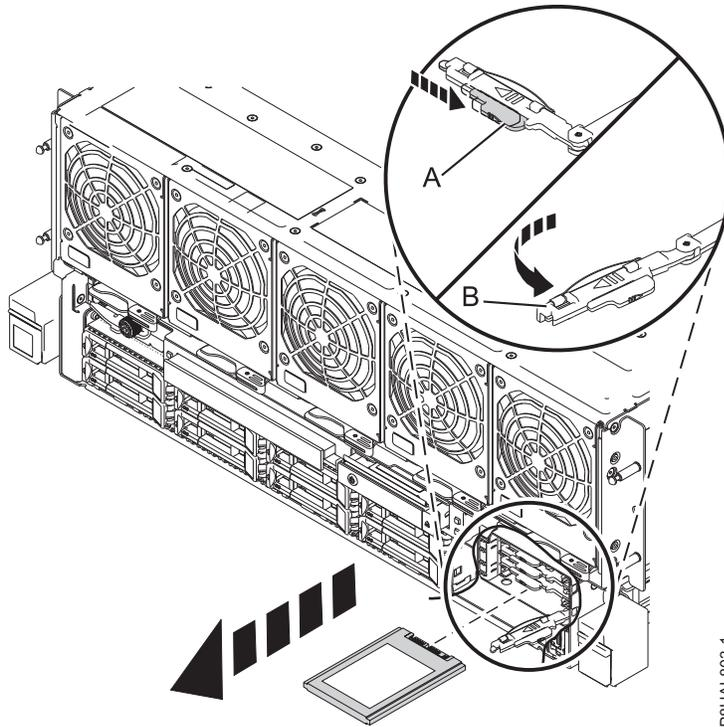

Abbildung 23. Solid-State-Laufwerk aus einem System vom Typ 8408-44E oder 8408-E8E ausbauen
10. Wenn die Kennzeichnungs-LED leuchtet, ohne zu blinken, entriegeln Sie den Griff des Laufwerks (B), indem Sie die Verriegelung (A) in die gezeigte Richtung schieben und den Griff des Laufwerks (B) zu sich hin nach außen ziehen. Siehe Abb. 23. Wird der Griff nicht ganz nach außen gezogen, lässt sich das Solid-State-Laufwerk nicht aus dem System schieben.